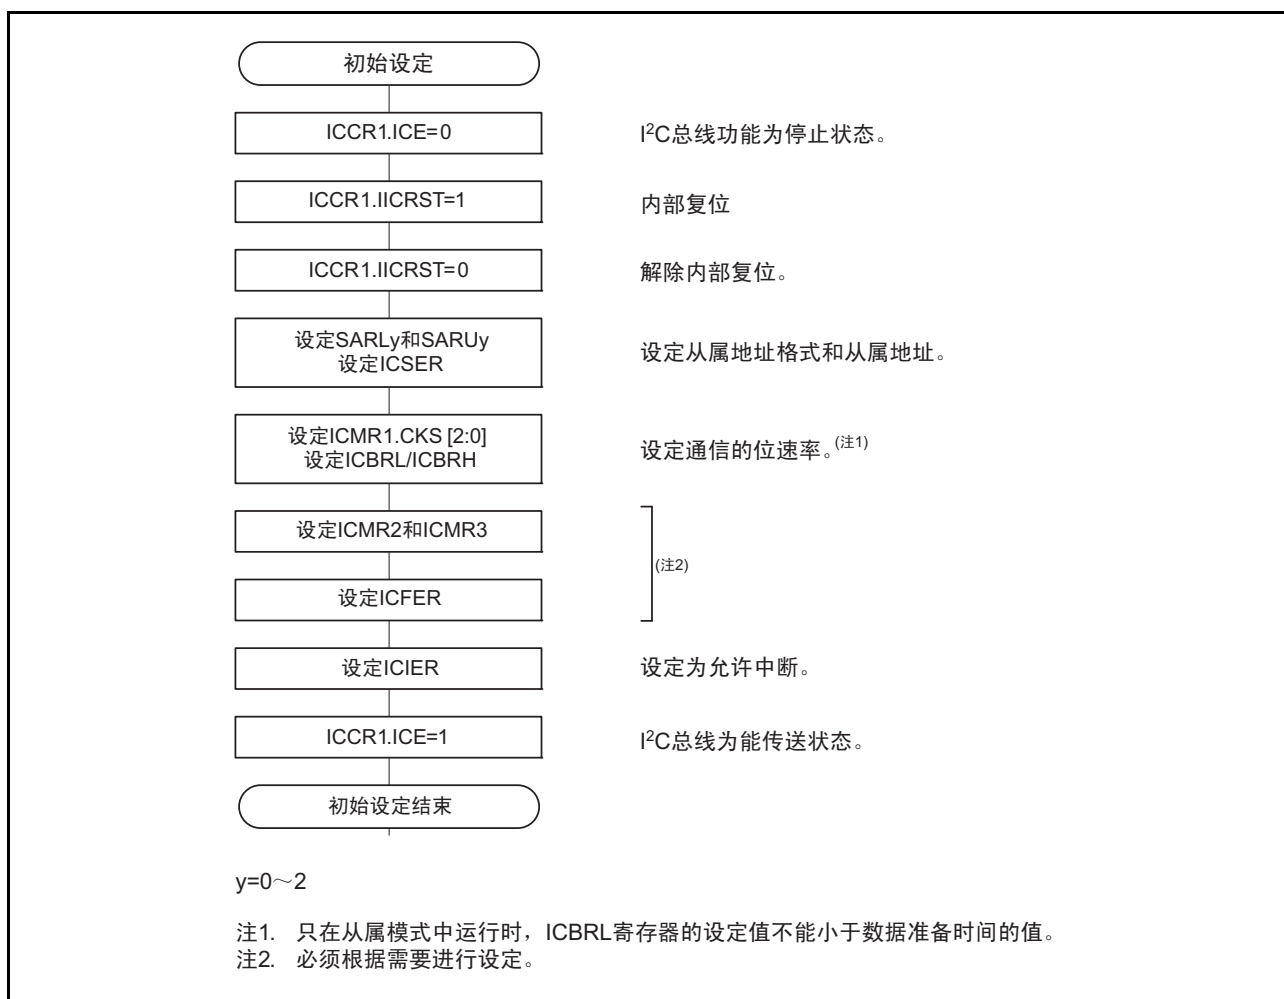

图 31.5 RIIC 的初始化流程图例子
在开始发送或者接收数据时，必须按照图 31.5 所示的步骤对 RIIC 进行初始化。
1. 在将 ICCR1.ICE 位置“0”（功能停止状态）的状态下，通过将 ICCR1.IICRST 位置“1”（内部复位）后又置“0”（解除复位），对 ICSR1 寄存器的各标志和内部状态进行初始化。然后，设定 SARLy、SARUy、ICSER、ICMR1、ICBRH、ICBRL 寄存器（y=0~2）并且必须根据需要设定其他寄存器（有关 RIIC 的初始设定请参照图 31.5）。一旦设定完所需的寄存器，就必须将 ICE 位置“1”（能传送状态）。在 RIIC 已初始化的情况下，不需要此步骤。
1. 在将 ICCR1.ICE 位置“0”（功能停止状态）的状态下，通过将 ICCR1.IICRST 位置“1”（内部复位）后又置“0”（解除复位），对 ICSR1 寄存器的各标志和内部状态进行初始化。然后，设定 SARLy、SARUy、ICSER、ICMR1、ICBRH、ICBRL 寄存器（y=0~2）并且必须根据需要设定其他的寄存器（有关 RIIC 的初始设定请参照图 31.5）。必须在设定完所需的寄存器后将 ICE 位置“1”（能传送状态）。在 RIIC 已初始化的情况下，不需要此步骤。
1. 必须按照图 31.5 所示的步骤对 RIIC 进行初始设定。在 RIIC 已初始化的情况下，不需要此步骤。从初始设定结束后到从属地址匹配前，RIIC 处于待机状态。
1. 必须按照图 31.5 所示的步骤对 RIIC 进行初始设定。在 RIIC 已初始化的情况下，不需要此步骤。在初始设定结束后到从属地址匹配前，RIIC 处于待机状态。